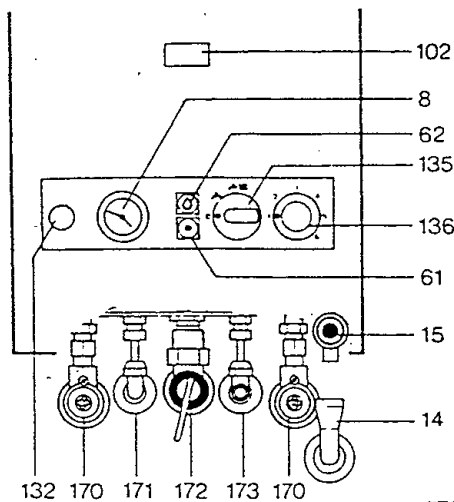

Bild 10 Kombi-Kesseltherme
Temperaturwählreglergriff (136), Bild 10, abziehen, Schrauben (108) lösen, Einstellspindel (109) nach rechts drehen, Schrauben festziehen und Griff wieder aufstecken. Soll Stellung „7“ des Temperaturwählers erreicht werden, so muß die Einstellscheibe entfernt werden.